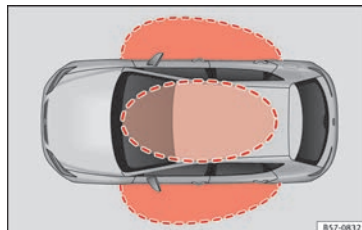

Fig. 119 Système de fermeture et de démarrage sans clé Keyless Access : Zones de proximité.
Keyless Access est un système de fermeture et de démarrage sans clé qui permet de déverrouiller ou de verrouiller le véhicule sans utiliser activement sa clé. Pour ce faire, il suffit d'approcher l'une des clés du véhicule d'une zone de détection correspondant à la tentative d'accès au véhicule » fig. 119 puis de toucher l'une des surfaces sensibles des poignées de porte » fig. 120 » ❶.
Si une clé valide se trouve dans une zone de proximité » fig. 119, le système de fermeture et de démarrage sans clé Keyless Access accordera à cette clé les droits d'accès dès que vous toucherez l'une des surfaces sensibles de la poignée de porte du conducteur. Voici les différentes fonctions disponibles sans avoir à utiliser activement la clé du véhicule :
Lorsque le véhicule est verrouillé, le hayon du coffre à bagages se déverrouille automatiquement lorsqu'il est ouvert si une clé valide du véhicule se trouve dans la zone de proximité **» fig. 119**.